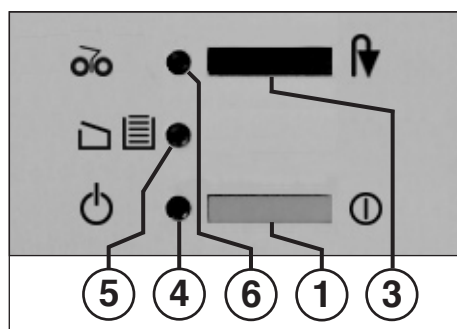

Fig. 1
1 = Pulsante (Fig. 1)
3 = Pulsante „Inversione rotazione“ (Fig. 1)
„Pronto funzione“ (Fig. 1)
5 = Spia di controllo (Fig. 1)
„Inceppamento“ (Fig. 1)
- Inserire la macchina tramite il pulsante (1) (fig. 1). La spia di controllo (4) (Fig. 1) si accende.
Se il contenitore di raccolta è colmo la macchina viene disinserita. La spia di controllo “Contenitore di raccolta colmo” (5) (Fig. 1) si accende. Svuotare il contenitore di raccolta come segue:
- Infilare nella macchina il telaio scorrevole con il sacco di raccolta e chiudere lo sportello. La spia di controllo (5) (Fig. 1) si spegne.
Assicurarsi che durante la notte l'apparecchio sia sempre disinserito (pulsante (1) (Fig. 1).
- La spia di controllo (6) (Fig. 1) si accende.
- Azionare brevemente il pulsante per lo scorrimento all'indietro (3) (fig. 1).
- La spia di controllo (6) (Fig. 1) si spegne.
Sollecitando il motore oltre i limiti avviene il blocco. Disinserire la macchina tramite il pulsante (1) (Fig. 1).